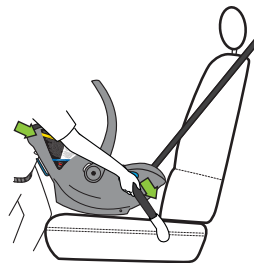

Figura 81
- Use su cuerpo para empujar y mover el portabebé hacia el respaldo del asiento del vehículo y tire hacia abajo de la porción de regazo del cinturón de vehículo inflable para apretar, como se muestra en la **Figura 81**.